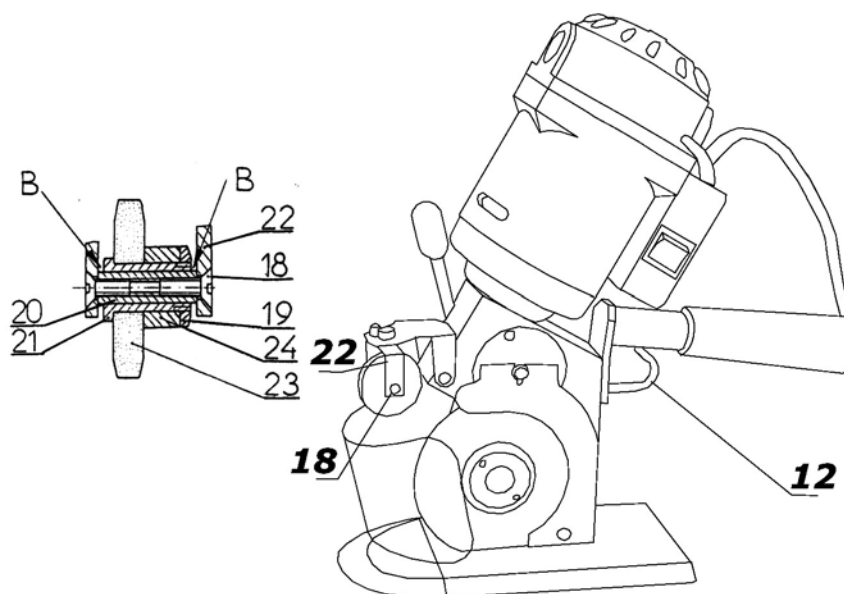

Рис.7
диск заменить на новый или отремонтировать устройство с диском и использовать их другую, еще не изношенную сторону. В обоих случаях следует демонтировать заточное устройство (рис.7). С этой целью выкрутить два винта (18) и отсоединить заточное устройство от швеллера (22). Затем из втулки (21) вынуть ось (20) и, придерживая рукой воротник втулки, открутить гайку (19). Теперь можно снять все элементы устройства и произвести замену диска (23).
Монтаж заточного устройства выполнить, вкладывая на втулку элементы в той последовательности, как указано на рис. 7. Смонтированное заточное устройство присоединить винтами (18) к швеллеру (22) всегда в одном и том же положении, т.е. так, чтобы гайка (19) была со стороны тяги заточного устройства (12) - рис. 7.
Стрелкой Б показано место смазки оси заточного устройства (рис. 7). Смазку оси выполнить одновременно со смазкой приводного устройства. С этой целью при соответствующем наклоне резальной машины, на открытый конец оси непосредственно нанести 1-2 капли масла и рукой сделать несколько движений заточным устройством так, чтобы масло распределилось по всей поверхности оси.